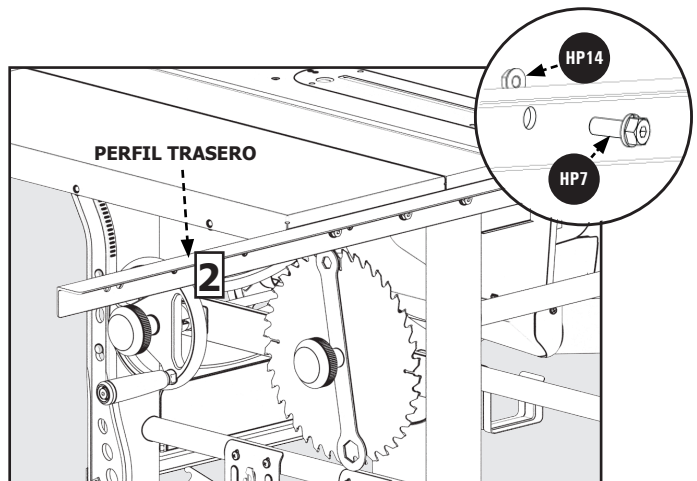

Figura 7
2. Utilizando la llave Allen de mango en T de 3/16 pulgadas suministrada, fije el perfil trasero **PC17** [2] a la parte posterior de la mesa usando dos tornillos de cabeza plana 5/16-18 x 7/8 pulgada **HP7**. Ver Figura 7.